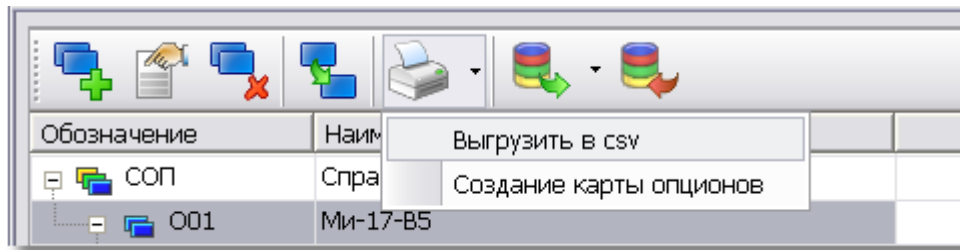

Рис. 21
2. Нажмите на кнопку  справа от кнопки **Выгрузка структуры справочника опционов** . После этого откроется список команд (Рис. 21).